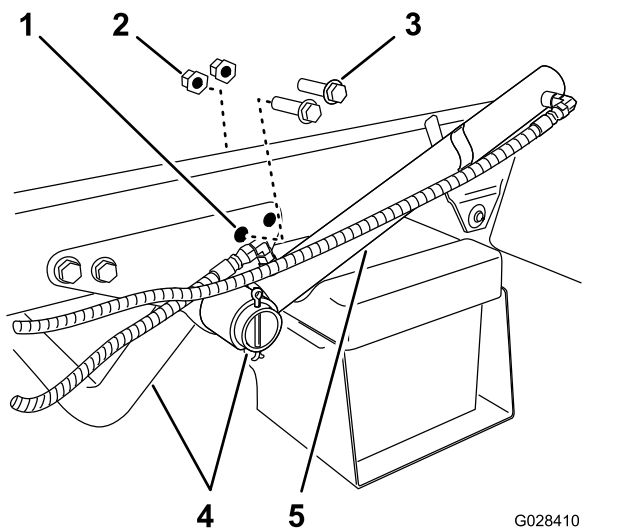

Figura 8
1. Retire los dos pernos con arandela prensada traseros y las dos contratuercas con arandela prensada que sujetan el soporte de sujeción del tubo del motor al bastidor de la máquina (Figura 8).
2. Gire el cilindro de elevación hasta obtener el espacio necesario para instalar el soporte de sujeción del patín del depósito (Figura 8).